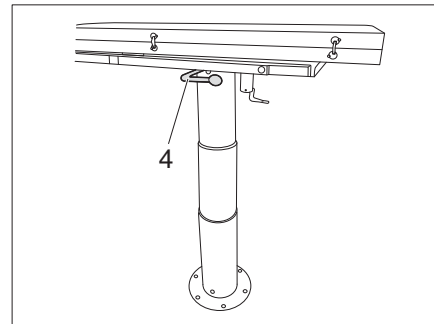

Bild 109 Klappstisch, absenkbar
- Hebel (Bild 109,4) für Tischabsenkung lösen und Tisch nach unten drücken.